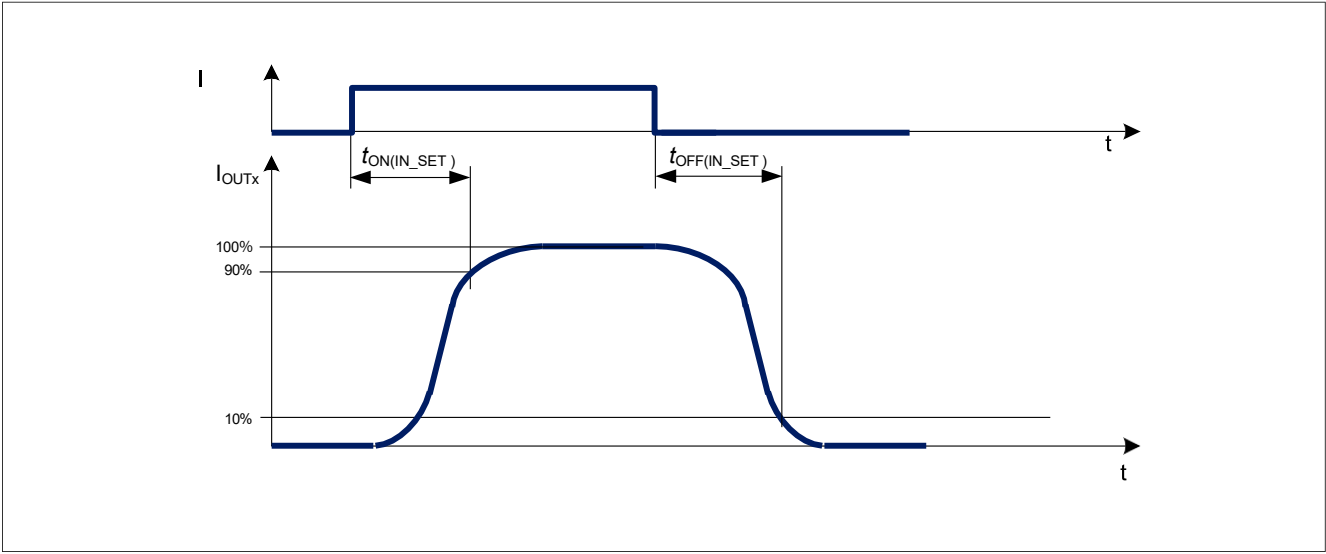
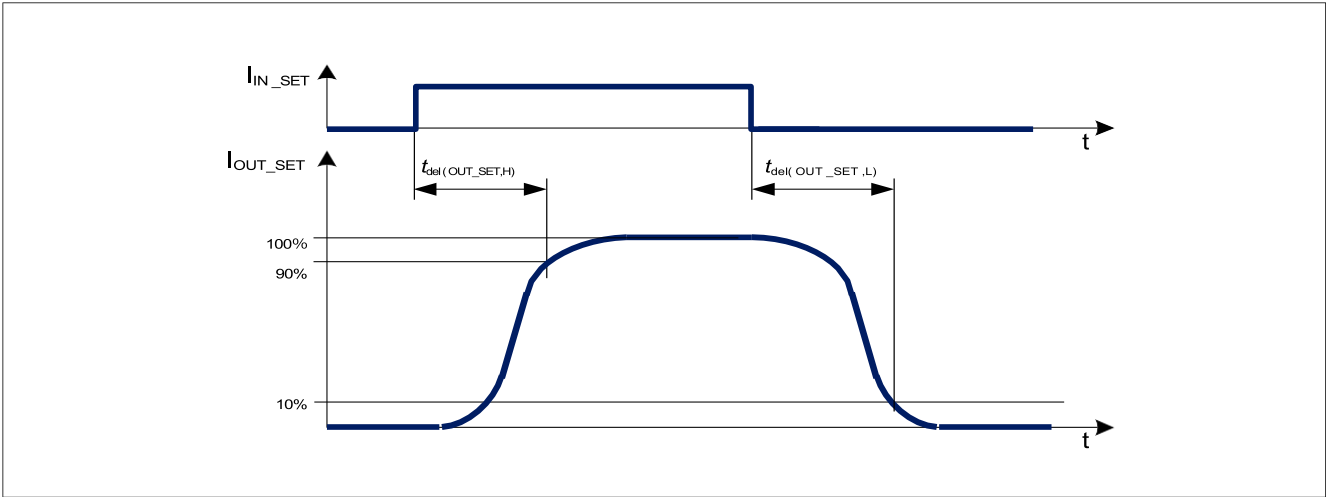
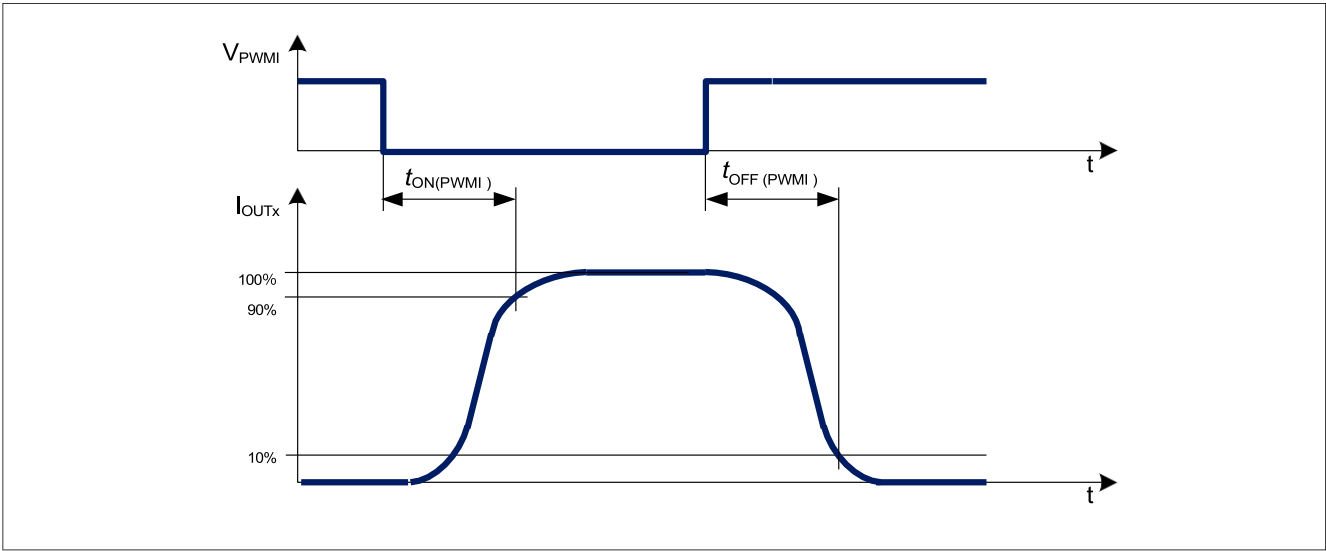

图12 IN_SET开启和关闭延迟时序图
图13 IN_SET至OUT_SET激活和停用延迟时序图
图14 PWMI开启与关闭时序图
下图（图 12、图 13、图 14）显示了不同驱动输入对输出激活延迟的影响。
2) 参考图 12
3) 参考图 13
4) 参考图 14